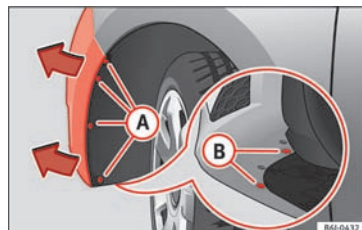

Fig. 105 Tågeforlygte: adgang til stikforbindelse og pæreholder
- Skru de fire skruer A » Fig. 105 indvendigt i hjulkassen og de to nederste skruer B » Fig. 105 i stødfangeren ud med en skruetrækker.